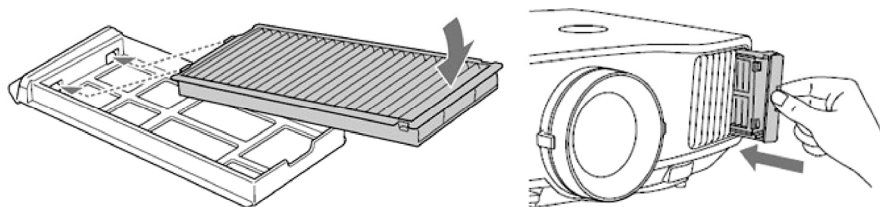

图 6-27 安装清洁好的滤网
③ 将滤网装回固定壳后，再装回投影机，如图 6-27 所示。